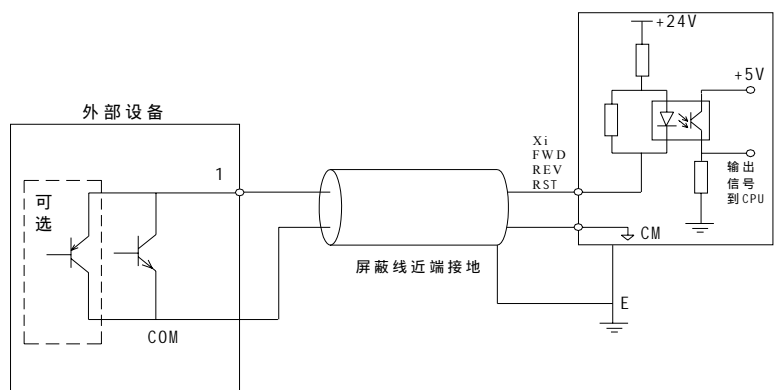

图 2-38 Xi、FWD、REV、RST 输入源极接线示意图
2.12.7 X1~X7、FWD、REV、RST 输入源（漏极）方式，NPN 型共发射极，外部设备，Xi、FWD、REV、RST 输入源极接线示意图如图 2-38 所示。